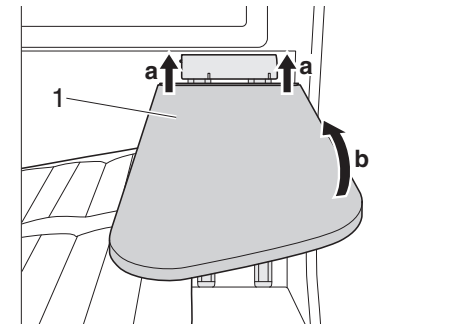

Figure 34 Rabattre le plateau de table
- Soulever le plateau de table (Figure 34, 1) (a) et le déplier vers le haut (b).
- Faire glisser le plateau de table (Figure 34, 1) vers le bas.